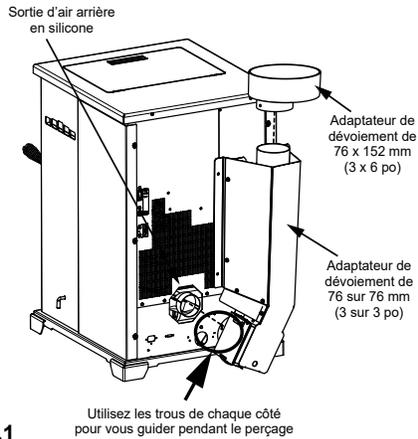

Figure 23.1
1. Enduisez la sortie d'air de 76 mm (3 po) d'une couche de silicone haute température. Ne pas mettre de silicone à l'intérieur du tuyau (**Figure 23.1**).
2. Glissez l'adaptateur supérieur de ventilation sur la sortie d'air et placez l'assemblage en position verticale (**Figure 23.1**).
3. Percez 4 trous au moyen de la mèche n° 26 (fournie) dans la face arrière de l'appareil en utilisant l'écran extérieur comme gabarit (assurez-vous que l'assemblage soit en position verticale) (**Figure 23.1**).
7. Pour nettoyer l'adaptateur supérieur de ventilation, ouvrez le couvercle de nettoyage (**Figure 23.1**).